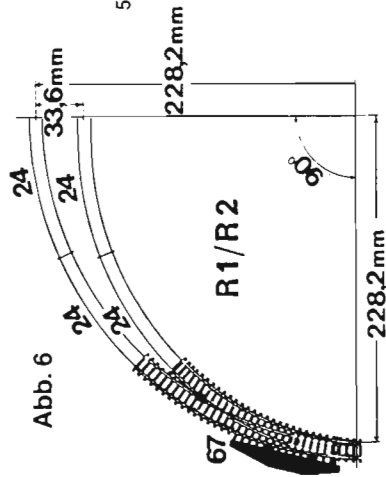

Abb. 6
5. Grundsätzliche Gleisanordnungen der Bogenweichen (Abb. 6 - 14)
Figures 6 à 9 pour les aiguillages courbes de rayons R1/R2